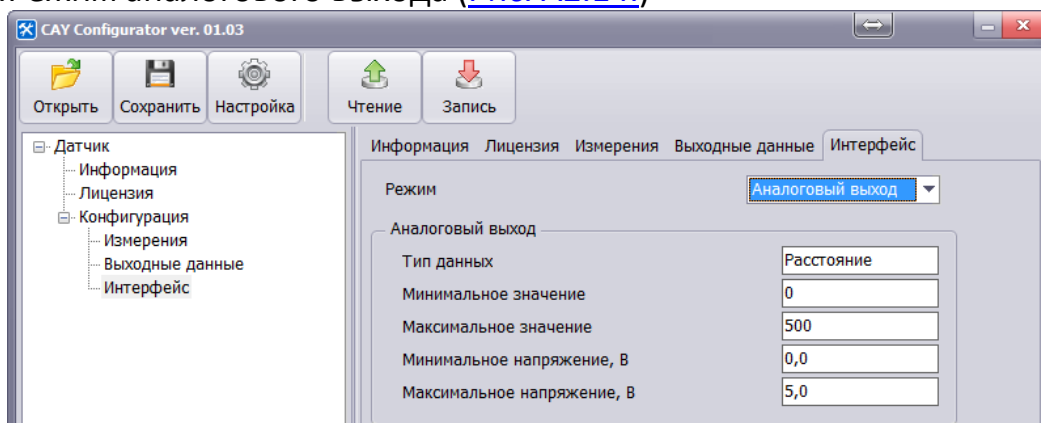

Рис. A2.14. – настройки режима аналогового выхода
7.3. Режим аналогового выхода (Рис. A2.14.)
- 9.1. Режим аналогового выхода (Рис. A2.14.)